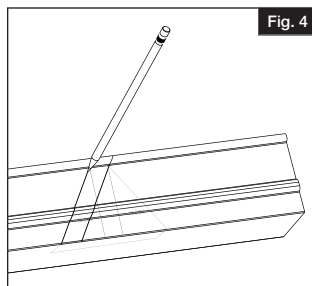
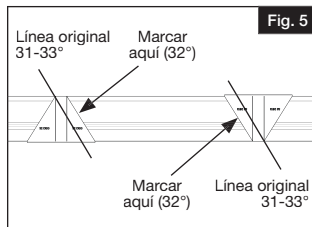

Fig. 4
Fig. 5
Coloque el travesaño inferior perpendicular a la abertura del poste, dejando un espacio igual entre el último barrote y el poste en cada extremo (Fig. 3). Marque 5 cm (2") a partir del extremo del poste para dejar espacio para el soporte y la extensión (Fig. 4). Alinee el travesaño superior con el inferior y corte ambos travesaños con una caja de ingletes o sierra para metales (consulte las especificaciones del fabricante de la hoja de sierra para escoger la indicada) (Fig. 5).
- De la línea original creada por el poste, marque otra línea a 1.75 cm (11/16") del interior del travesaño inferior (más cercano a los orificios ranurados del barrote) (Fig. 4). Esto se logra utilizando la plantilla de ángulos (Fig. 5). Esta remoción adicional de material le permite dejar el suficiente espacio para los soportes cuando instale el travesaño. Para este ángulo de 31° a 33°, la nueva línea estará paralela a la línea dibujada previamente.